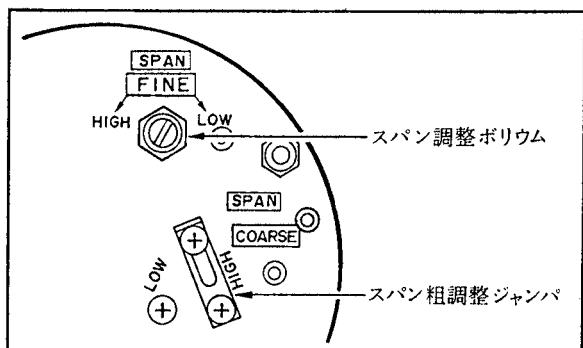
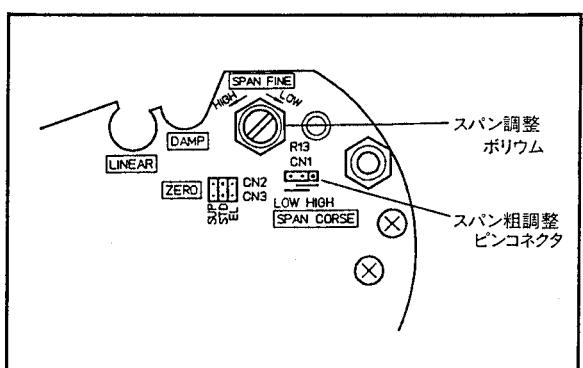

図6.2.1 スパン調整部(I形アンプユニット)
図6.2.2 スパン調整部(II形アンプユニット)
- (1) 測定レンジの0%を正または負方向に遷移している場合は、遷移量を零にします(6.6項参照)。
- (2) スパン粗調整ジャンパ(またはピンコネクタ)をHIGHの位置に固定します(図6.2.1および図6.2.2参照)。
- (2) スパン粗調整ジャンパ(またはピンコネクタ)を、HIGHまたはLOWのいずれかに固定します(図6.2.1および図6.2.2参照)。
(3) ゼロ調整